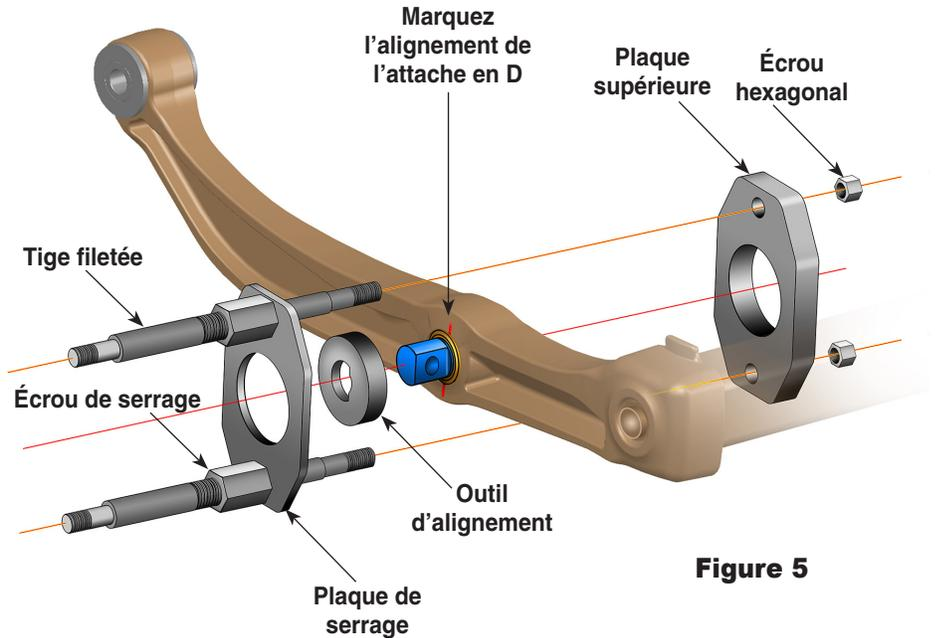

Figure 5
1. Marquez le cylindre pour illustrer l'alignement de l'attache en D existante. Installez l'outil d'alignement sur l'attache en D et placez la plaque de serrage sur l'outil d'alignement. Voir Figure 5.